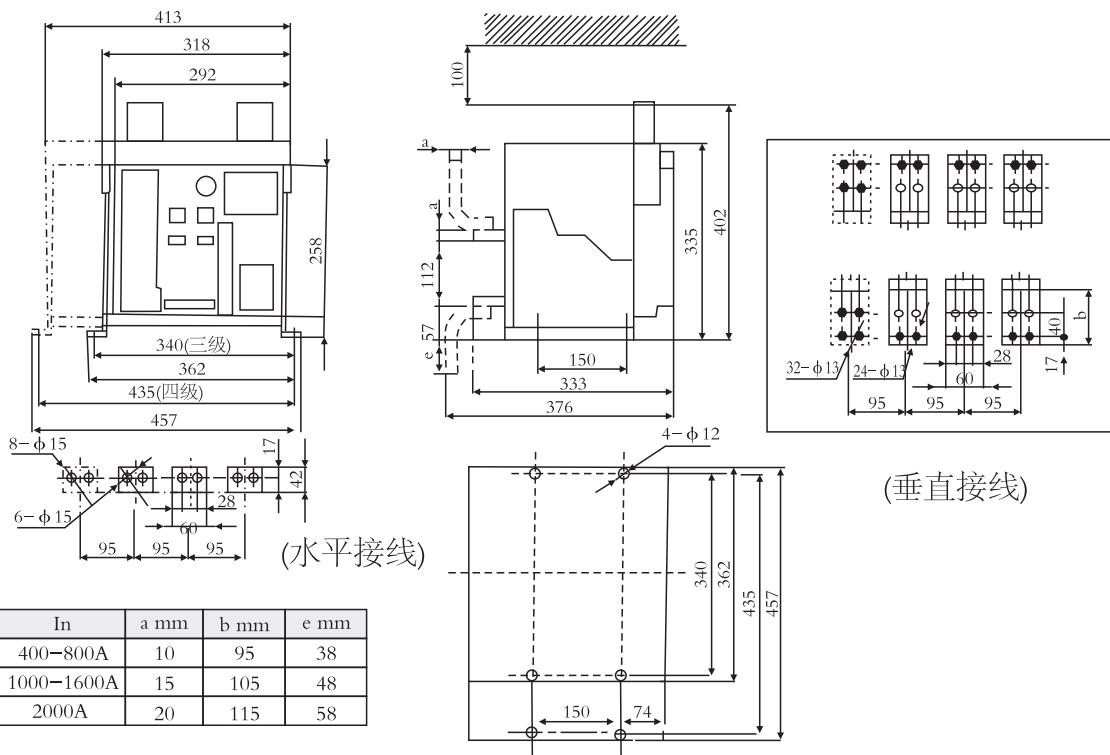

图8 固定式断路器安装尺寸及外形尺寸($Inm=2000A$)
6.1 固定式断路器安装尺寸，外形尺寸见图8、9、10、11。